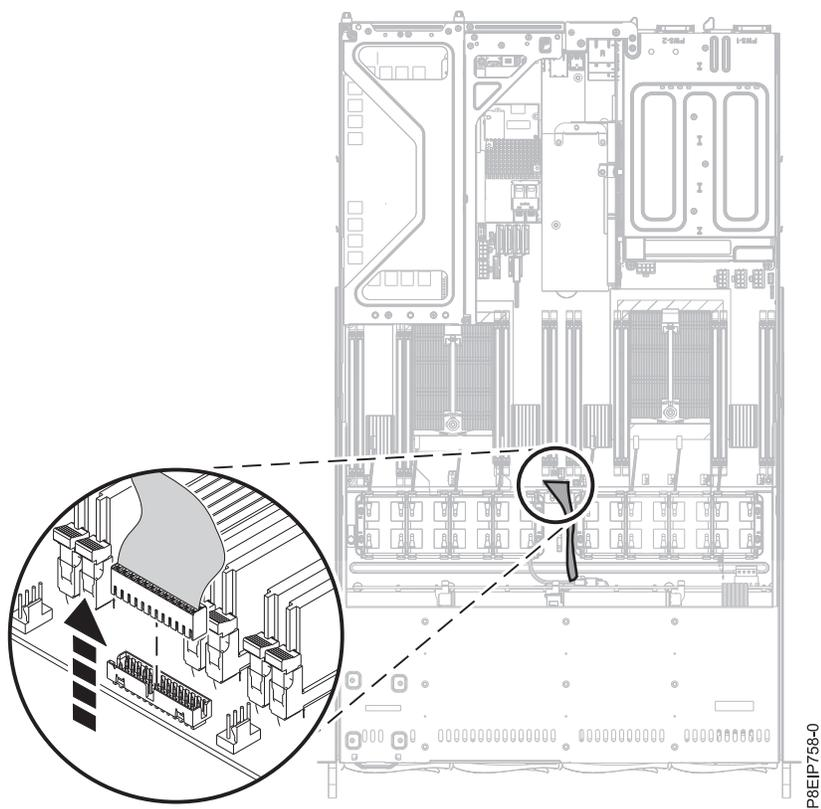

Figure 31. Retrait du câble du panneau de commande
10. Retirez le câble du panneau de commande du fond de panier système, comme indiqué dans la figure 31, à la page 34.